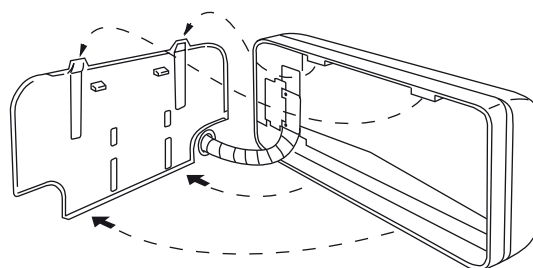
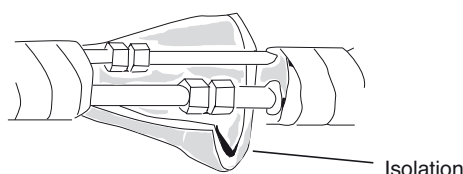

Fig. 36
Fig. 37
- (2) Poussez le câble, la tuyauterie du réfrigérant et le tuyau de drainage à travers le trou dans le mur. Ajustez l'appareil intérieur de manière à ce qu'il soit bien calé contre le panneau arrière (Fig. 36).
- (3) Courbez la tuyauterie avec précaution (si nécessaire) afin de la faire courir le long du mur dans la direction de l'appareil extérieur, puis entourez-la d'une bande jusqu'à la hauteur des raccords (consulter le conseil de prudence à la page 12 du manuel d'installation du module extérieur). Le tuyau de drainage doit descendre directement contre le mur jusqu'à un point où la sortie de l'eau ne risque pas de tâcher le mur.
- (4) Connectez la tuyauterie du réfrigérant à l'appareil extérieur (après avoir effectué un contrôle de fuite sur la pièce du raccord, isolez-la avec l'isolant de tuyauterie (Fig. 37)). Veuillez également vous référer à la section 3-6 "Connexions de tubage" dans le manuel d'installation de l'unité extérieurs.
- (5) Disposez la tuyauterie du réfrigérant, le tuyau de drainage et le câblage entre les appareils comme indiqué à la Fig. 37.